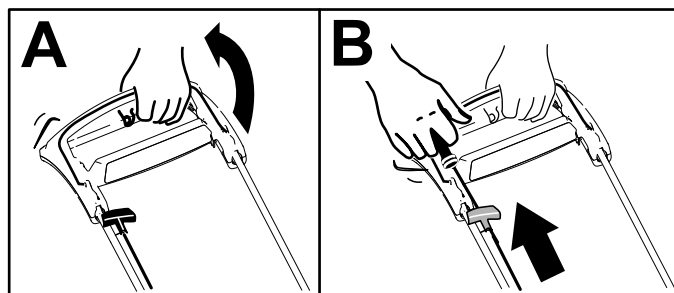

Figure 15
1. Maintenez la barre de commande de la lame contre le guidon (A de Figure 15).
2. Tirez la poignée du lanceur (B de Figure 15).